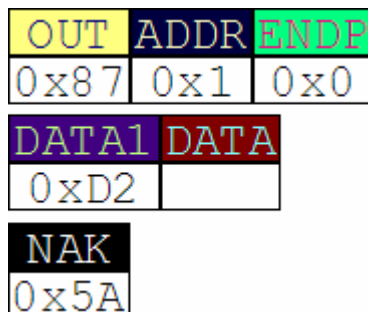
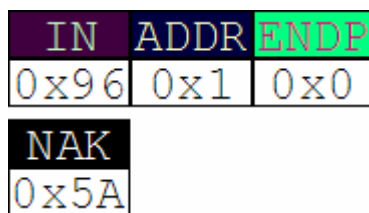

图 A-11 功能部件不会从主机接受数据
图 A-12 功能部件没有传输数据到主机
2、NAK 表示功能部件不会从主机接受数据（对于输出传输），或者功能部件没有传输数据到主机（对于输入传输）。NAK 仅由功能部件在输入传输的数据阶段返回，或在输出传输的握手阶段返回。主机决不能发出 NAK。出于流控制的目的，NAK 用于表示功能部件暂时不能传输，或者接收数据，但是最终还是能够在不需主机干涉的情况下而传输或接收数据。如图 A-11 为功能部件不从主机接受数据时的握手分组；而图 A-12 为功能部件没有传输数据到主机时的握手分组。